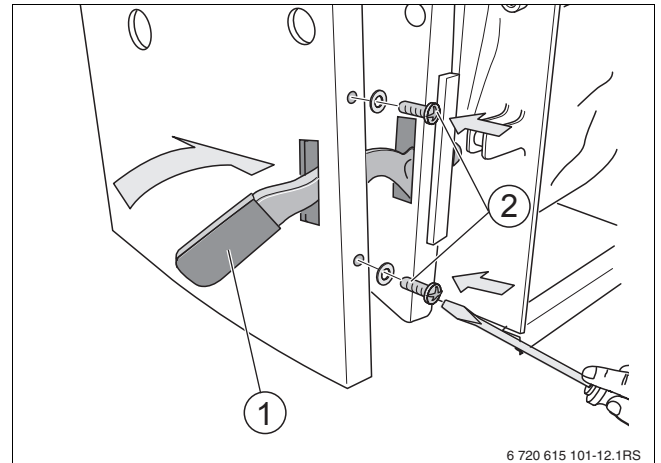
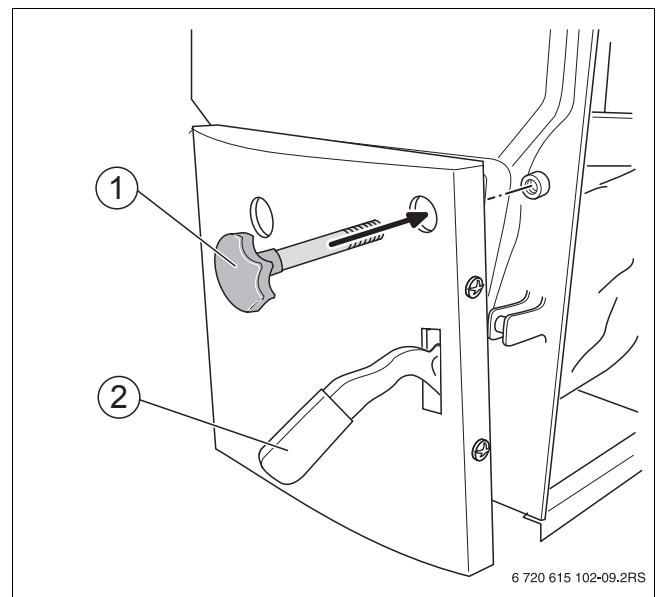

Fig. 13 Montajul mantalei ușii încăperii de ardere
Fig. 14 Montarea șurubului de siguranță
- ▶ Așezați mantaua ușii camerei de ardere pe ușa camerei de ardere. Introduceți mânerul ușii de siguranță (→ Fig. 13, [1] și Fig. 14, [2]) prin orificiul prevăzut în tabla mantalei.